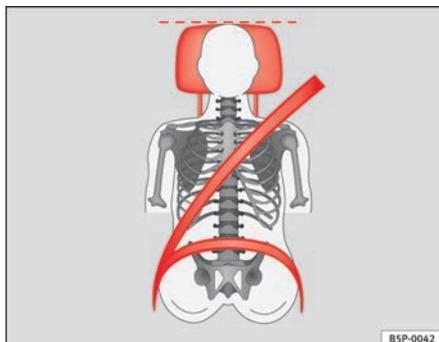
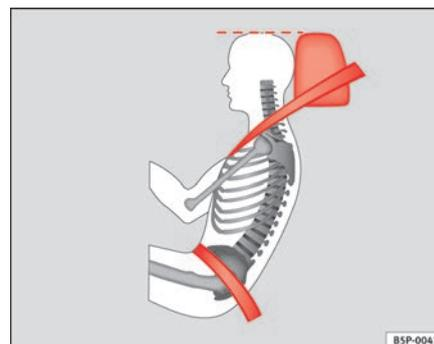

Fig. 88 Vue de face : appuie-tête convenablement réglé et ceinture correctement ajustée
Fig. 89 Vue de côté : appuie-tête convenablement réglé et ceinture correctement ajustée
- Ajustez l'appuie-tête de sorte que le bord supérieur de celui-ci soit à la même hauteur que la partie supérieure de la tête, et au minimum à la hauteur des yeux ⇒ fig. 88 et ⇒ fig. 89.